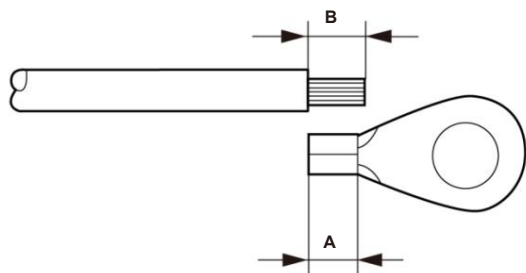

Figura 3.15 Comprimento adequado
- 3) Descasque o isolamento do cabo de aterramento em um comprimento adequado (consulte a Figura 3.15).